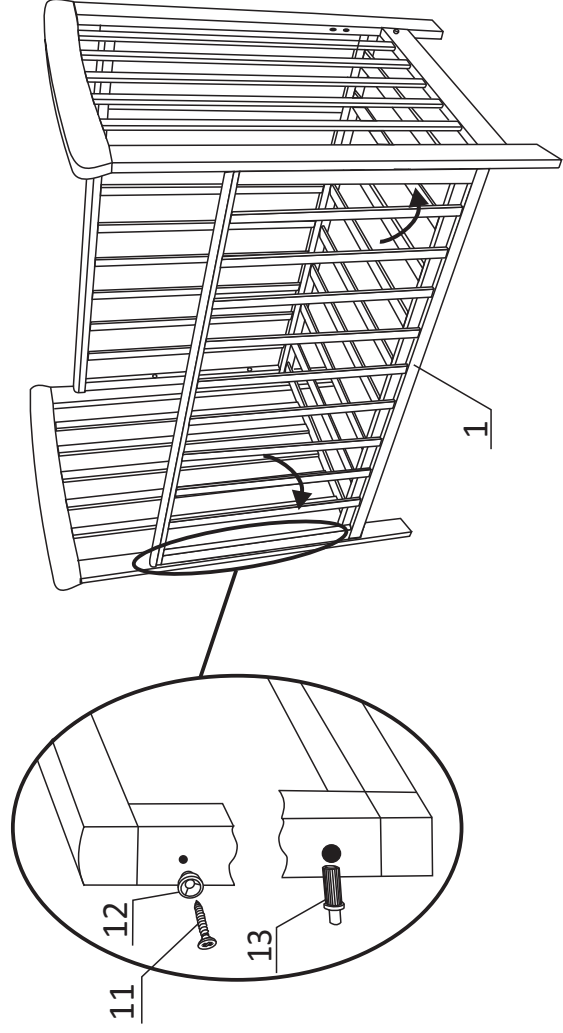

Рисунок 3.
4. **Сборка переднего ограждения.** Установить пластмассовую втулку (12) на саморез (11) в отверстия Ø 2, просверленные в верхней части стойки переднего бокового ограждения с двух сторон, не затягивая, чтобы втулка вращалась, установить штырь (13)(рисунок 3).